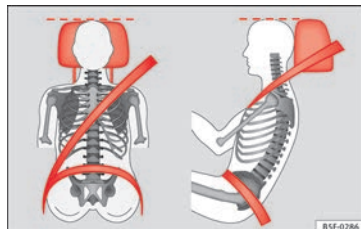

Fig. 93 Poggiatesta posizionato correttamente, vista frontale e laterale.
- Regolare il poggiatesta portandone il bordo superiore alla stessa altezza della parte superiore della testa, almeno all'altezza degli occhi » » **fig. 93.**